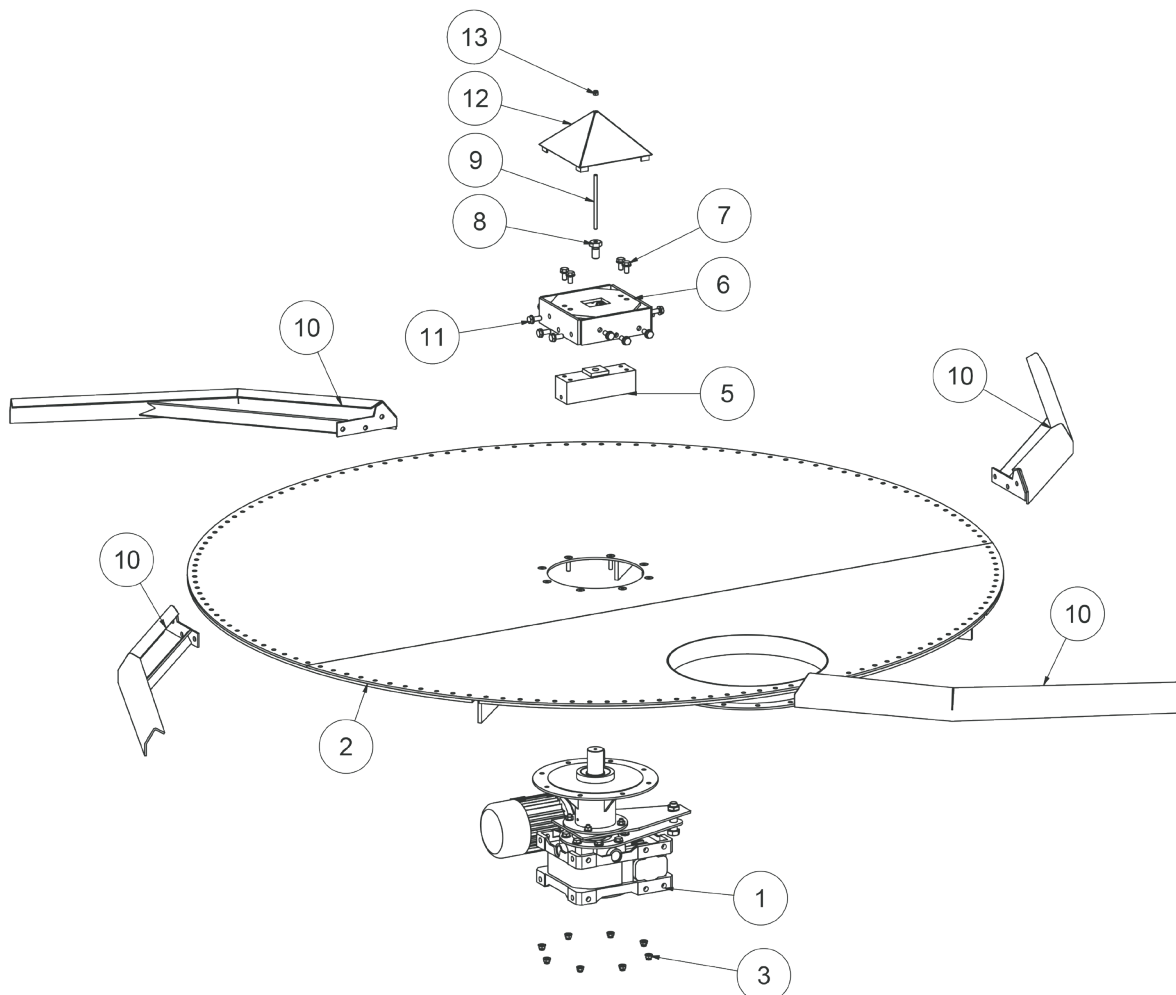

Bild 02
Jämför bild 02 och sätt ihop motor/navenheten (pos. 1) med själva bottenplattan (pos. 2) och gör fast med bultar och muttrar (pos. 3). Placera nu navdelen (pos. 5) på axeln från motorn (pos. 1) (kom ihåg sponten från motorsammansättningen till en inriktning enligt spont- och notprincipen). På navdelen monteraras den utvändiga delen av navet (pos. 6) med 4 bultar (pos. 7).